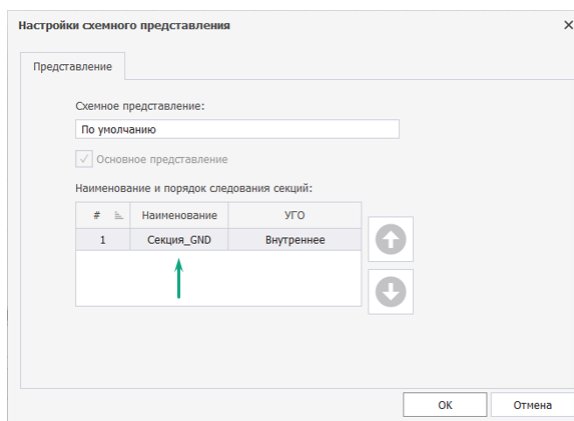

Рис. 185 Переименование секции
- Выбрать в таблице секцию, которую необходимо переименовать, и ввести новое имя в столбце «Наименование», см. Рис. 185.